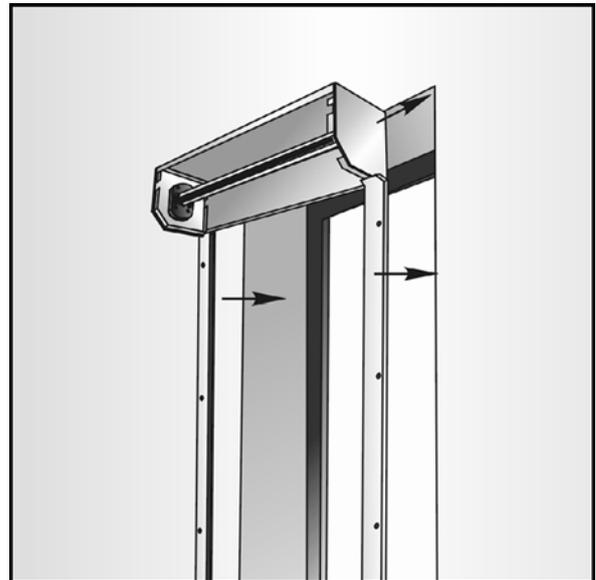

Abb. 2.18
- bei der Montage in der Öffnung und bei kombinierter Montage ist das Gerüst in die Öffnung einzustecken (Abb. 2.18);